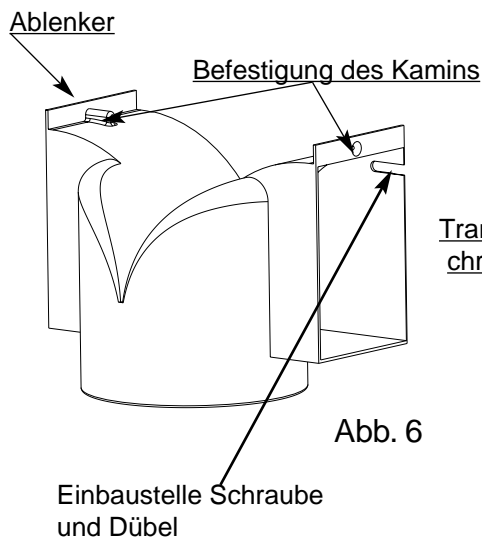

Abb. 6
- Entfernen Sie die 2 Befestigungsschrauben des Kunststoffablenkers (Abb. 6). **Dieses Teil wird nur bei einer Umluft-Installation verwendet (Seite 40).**
- Entfernen Sie die 2 Befestigungsschrauben des Kunststoffablenkers (Abb. 6).
- Befestigen Sie den Kunststoffablenker direkt unter der Decke an der Wand (2 Bohrungen Durchmesser 8 mm mit einem Abstand von 200 mm, Schrauben und Dübel mitgeliefert) (Abb. 6). Zentrieren Sie dabei den Ablenker an dem senkrechten Strich an der Wand..